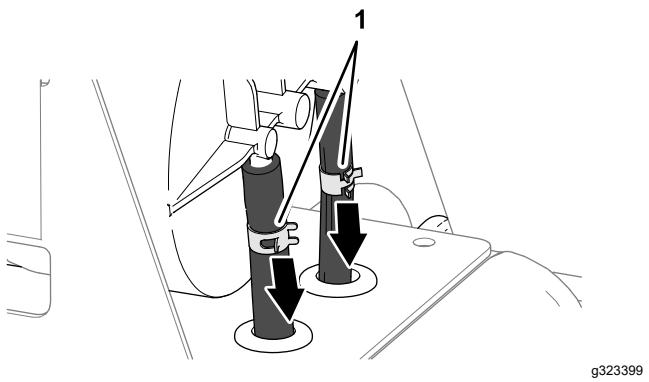

Figura 117
- Afloje las 2 abrazaderas que sujetan las mangueras a los acoplamientos del cartucho de carbón (Figura 117).